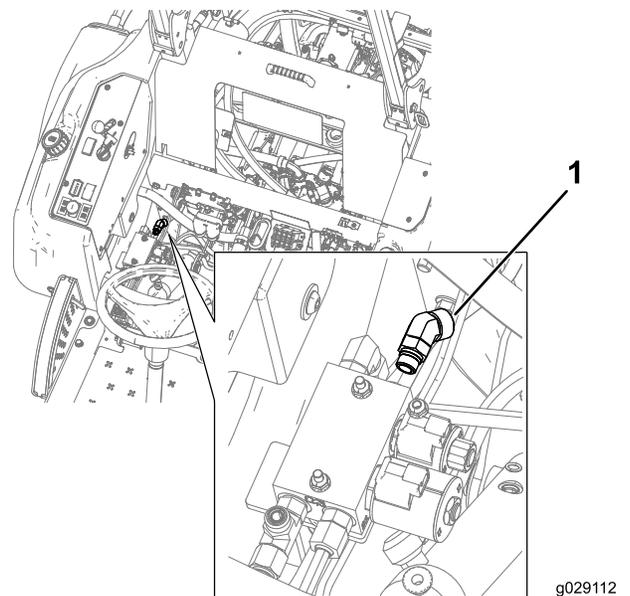

Figura 19
5. Levante el asiento de la máquina e instale el acoplamiento de 45° como se muestra en Figura 19.